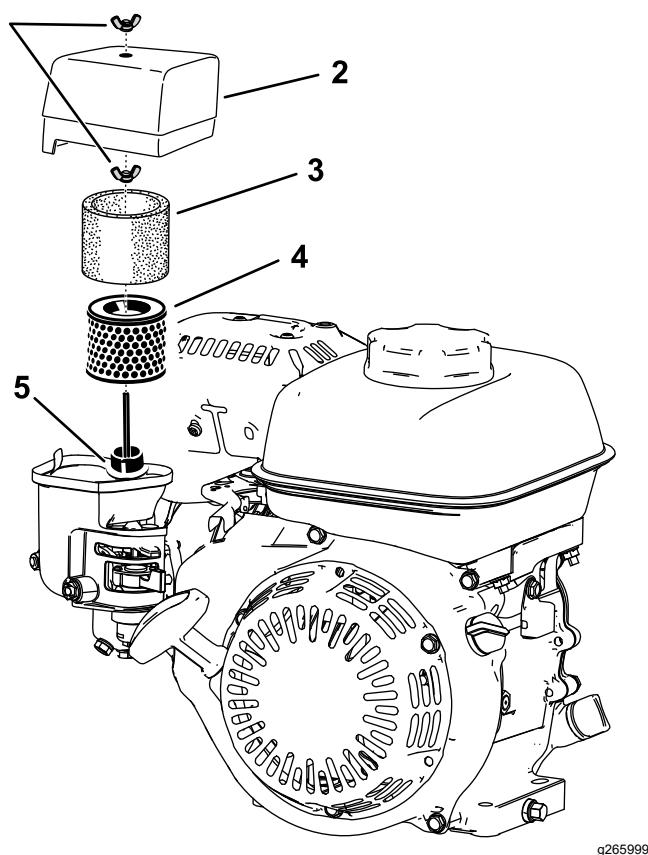

図 19
2. エアクリーナカバーを固定している蝶ナットを外す図 19。